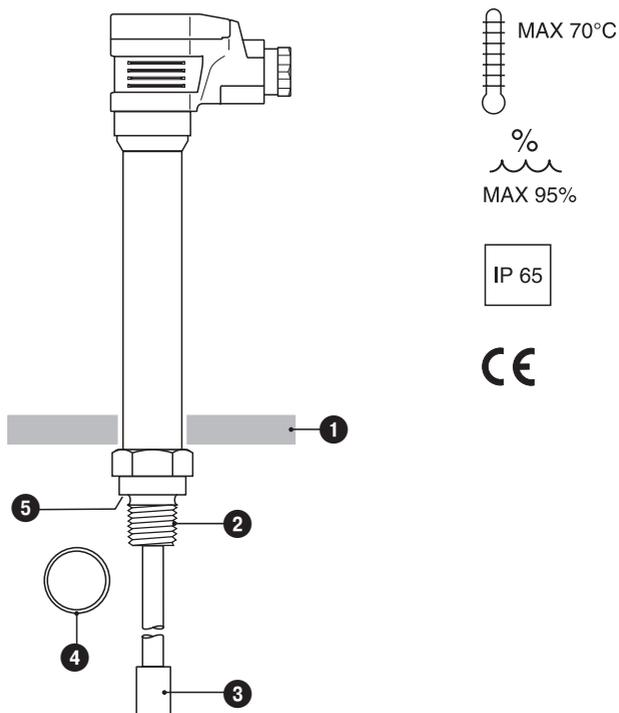

Fig. 4
1. Contrôler les surfaces d'étanchéité. **Fig. 4, Fig. 5**
2. Poser le joint fourni ④ sur le siège ⑤ de l'électrode. **Fig. 4**
3. Enduire le filetage de l'électrode ② d'un peu de graisse silicone (par ex. Molykote® 111).